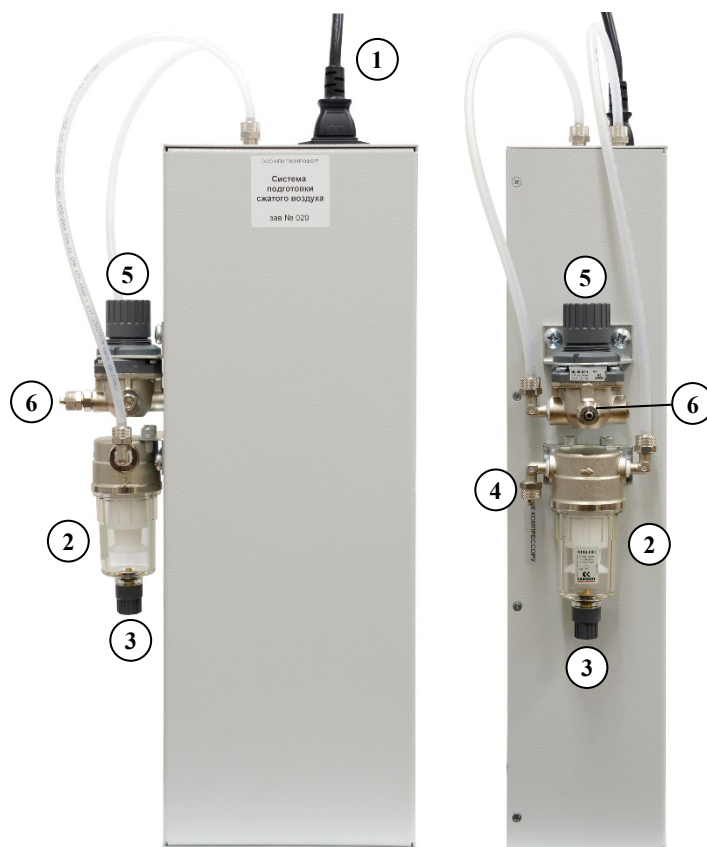

Рисунок 32 – Блок подготовки сжатого воздуха:
1.4. Блок подготовки сжатого воздуха (Рисунок 32) (первая ступень) содержит конденсатоотводчик, систему осушки с холодной регенерацией, встроенный выходной фильтр и редуктор.
2.6. Трубка для подключения компрессора имеет на одной стороне быстроразъемное соединение для подключения компрессора. Подключите её концом без штуцера к входному штуцеру конденсатоотводчика блока подготовки сжатого воздуха (2 и 4 на Рисунок 32), используя гаечный ключ на 12.
2.7. Трубкой без разъемов подключите выход блока подготовки сжатого воздуха (6 на Рисунок 32) к штуцеру «ВХОД ГАЗА» генератора (см. п.5.2), используя гаечный ключ на 12.
2.9. Подключите шнур питания к блоку подготовки сжатого воздуха (1 на Рисунок 32) и к розетке, имеющей клеммы заземления.
3.5. При заполнении конденсатоотводчиков блока подготовки сжатого воздуха (2 на Рисунок 32) или компрессора (при наличии у него конденсатоотводчика) до уровня 50% требуется провести сброс конденсата из них следующим образом:
- 3) подставить под конденсатоотводчиком (2 на Рисунок 32) ёмкость;
- 4) повернуть вентиль сброса конденсата (3 на Рисунок 32) до упора;